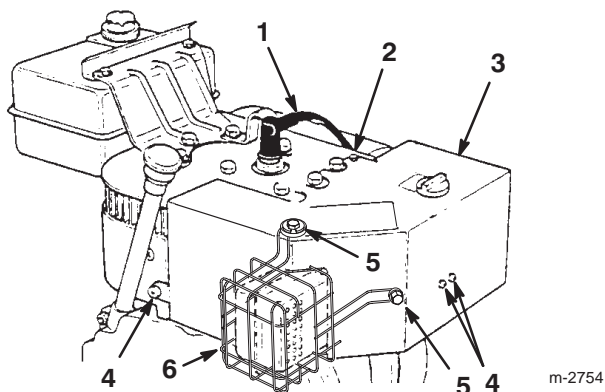

Figure 15
Avant d’utiliser la déneigeuse par une température extérieure supérieure ou égale à 4°C, déposez la boîte de chauffage (Fig. 15).
1. Débranchez la bougie et éloignez le capuchon pour éviter tout risque de contact accidentel (Fig. 15).
4. Enlevez les fixations de la boîte de chauffage (Fig. 15).